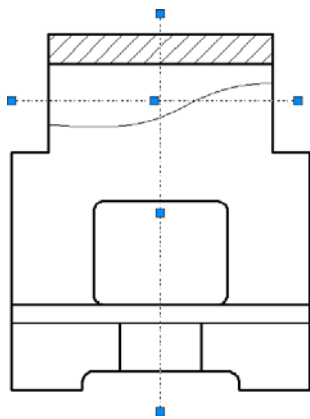

图3-10 筛选对象
- 03 单击“确定”按钮，系统自动筛选出所有位于“虚线”图层中的图形，如图3-10所示。